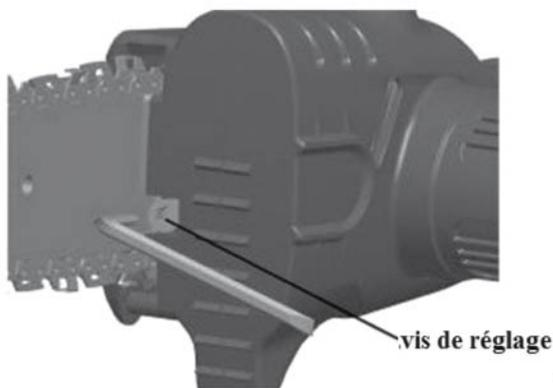

Fig.10
2. Tourner la vis de réglage sur le devant de la tête d'entraînement dans le sens des aiguilles d'une montre jusqu'à ce que la chaîne ne s'affaisse plus. **(Voir fig. 10)**